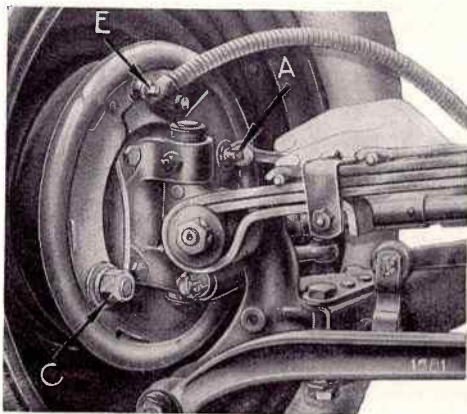

Fig. 20. — Réglage des freins avant.
*Réglage d'usures légères.* — Pour retendre les freins auto-serreurs usés très légèrement, il suffit de tourner dans le sens des aiguilles d'une montre le tenon de réglage A indiqué sur les fig. 20, 21 et 22.